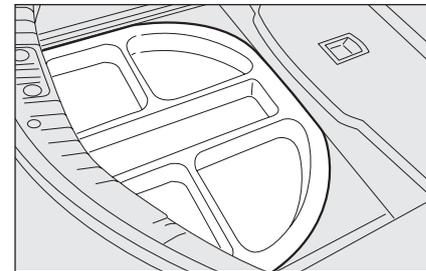

fig. 3
- rimuovere il preformato illustrato in **fig. 3**;